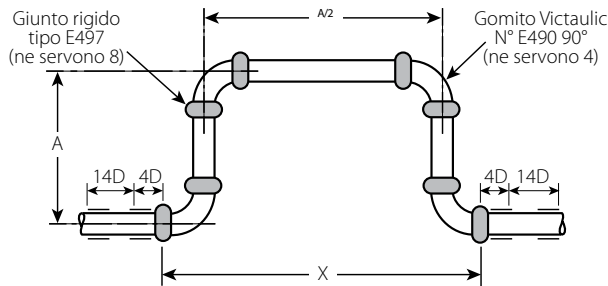

Figura 1
b. Anelli di espansione che impiegano giunti rigidi e raccordi Victaulic: gli anelli di espansione o le curve a “U” sono usati spesso per assecondare l'espansione e/o la contrazione dovuta a cambiamenti termici. Le dimensioni necessarie per un anello di espansione adatto ad un tubo in acciaio in un sistema StrengThin™ 100 sono riportate nel seguente grafico (v. Figura 1 per altezza loop “A”):